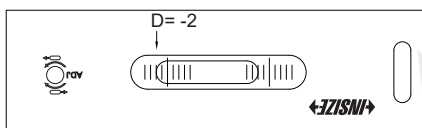

Fig.9
- Quando la bolla smette di muoversi, leggere D sulla scala (Fig. 9).